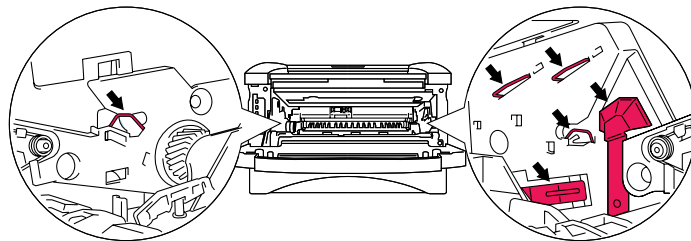

Figure 5-4
- Pour éviter tout dommage à l'imprimante résultant de l'électricité statique, ne mettez pas les doigts sur les électrodes indiquées sur la figure 5-4.